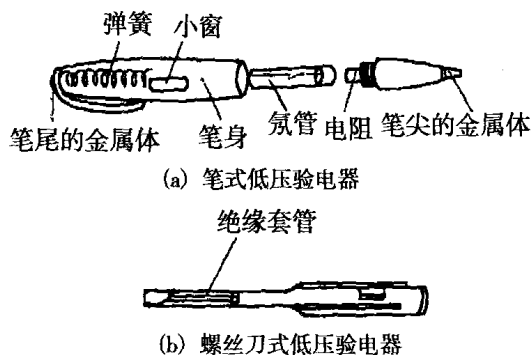

图 1-1 低压验电器
(1) 低压验电器。低压验电器又称为验电笔，有笔式和螺丝刀式两种，如图 1-1 所示。
笔式低压验电器由氖管、电阻、弹簧、笔身和笔尖等组成，如图 1-1 (a) 所示。螺丝刀式低压验电器的外形与笔式不同，但它也是由氖管、电阻、弹簧、器身组成，如图 1-1